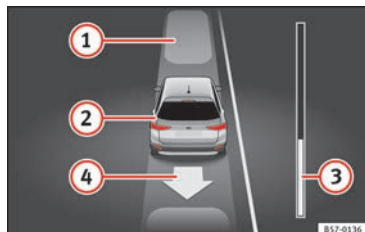

Fig. 205 No ecrã do painel de instrumentos: sair do estacionamento de um lugar em linha.
Legenda da **Fig. 205**:
A barra de progresso » Fig. 205 ③ indica a distância que é necessário percorrer » Página 253.